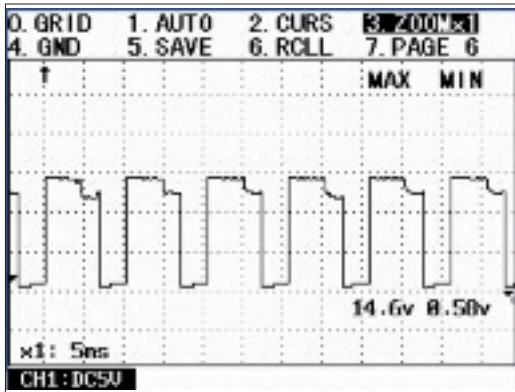

Abb. 3-24. Tastenerklärung - 1. Chan
- Um eine ausführliche Beschreibung der Tastenfunktionen zu erhalten, drücken Sie die entsprechende Nummer oder drücken Sie , nachdem Sie mithilfe der Tasten [ $\blacktriangle$ ] und [ $\blacktriangledown$ ] den hinterlegten Balken an die gewünschte Position gescrollt haben. Die Erläuterungen zu den gewählten Funktionen werden wie in Abb. 3-24 dargestellt.